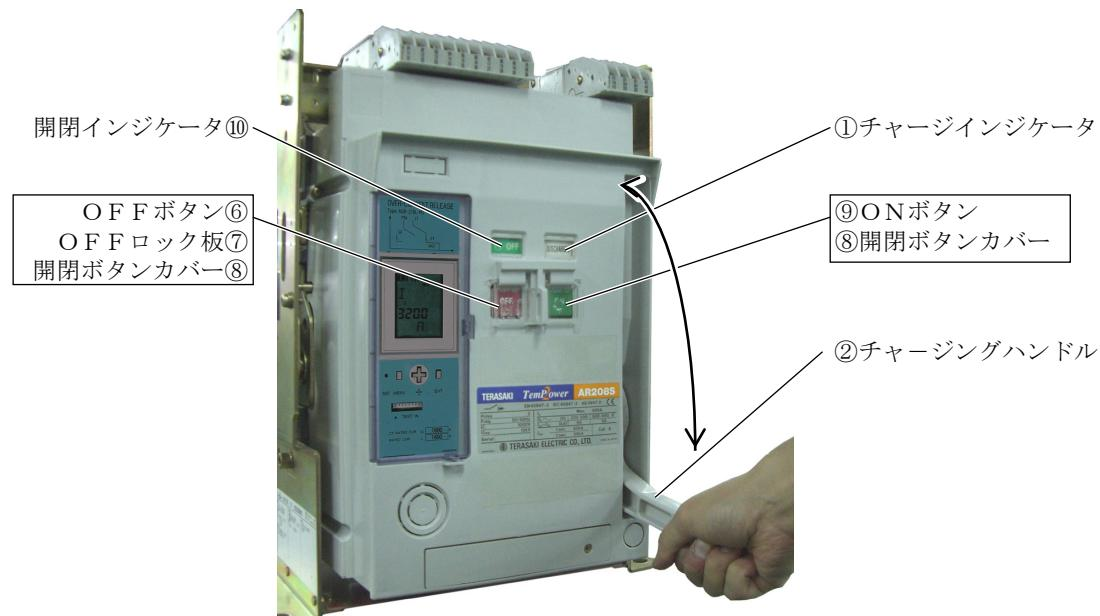

図13 チャージ、開閉操作
チャージインジケータ（図13①）の表示が「DISCHARGED」から「CHARGED」に変わるまで、チャージングハンドル（図13②）を前に倒して戻す操作を繰り返します。チャージングハンドルの最大操作範囲 約90°でチャージ操作すると、10～13回程度の操作でチャージは完了します。
規定の操作電源電圧が制御回路端子②, ④間に与えられているとき、チャージインジケータ（図13①）が閉路操作等により「D I S C H A R G E D」に変わると、直ちにチャージングモータが駆動し、投入スプリングのチャージが行われます。チャージが完了すると、チャージインジケータに「C H A R G E D」が表示され、チャージングモータは自動的に停止します。チャージ時間は、操作電源電圧や遮断器形式により異なりますが、約10秒以内です。
- 1) チャージインジケータ（図13①）が「C H A R G E D」であること。
- 2) OFFボタン（図13⑥）がOFFロック板（図12⑦）でロックされていないこと。
開閉ボタンカバー（図13⑧）を開けてONボタン（図13⑨）を押して下さい。遮断器は音を立てて閉路し、開閉インジケータ（図13⑩）に「ON」、チャージインジケータ（図13①）には「D I S C H A R G E D」が表示されます。
開閉ボタンカバー（図13⑧）を開けてOFFボタン（図13⑥）を押して下さい。遮断器は音を立てて開路します。開閉インジケータ（図13⑩）には「O F F」が表示されます。